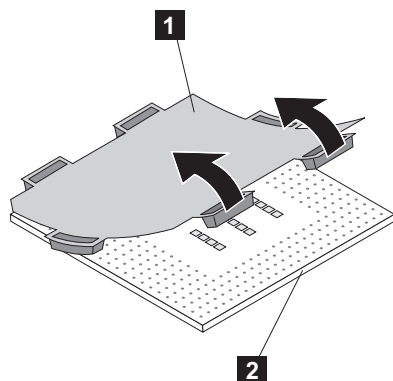

Figura 195. Removendo a tampa plástica protetora de um microprocessador
- e. Se houver uma tampa protetora plástica na parte inferior do microprocessador, remova-a cuidadosamente, conforme mostrado na Figura 195.